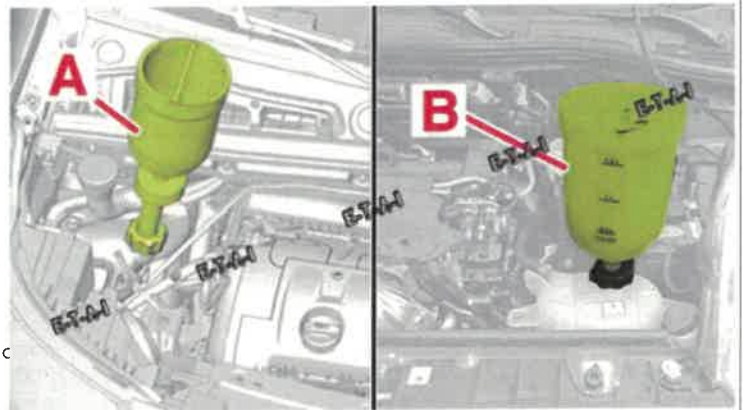

Fig. 2
- Accoupler la canalisation (1).
- Mettre en place (Out.A) ou (Out.B) (Fig. 2).